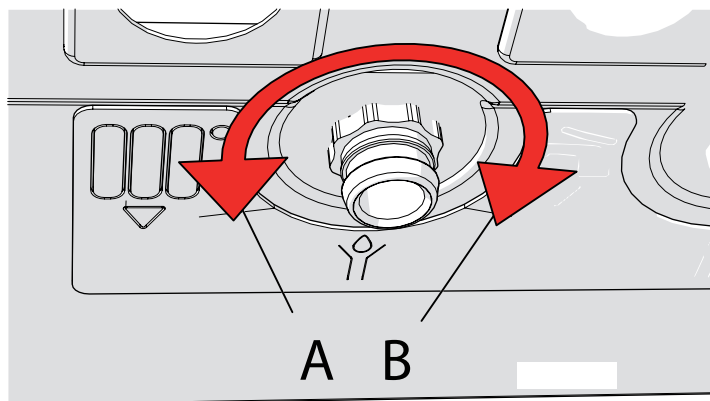

Figura 8.17 - Verso di apertura e chiusura rubinetti
- 6.- aprire i rubinetti di scarico "A" e "B" (vedi senso di rotazione in figura 8.17);